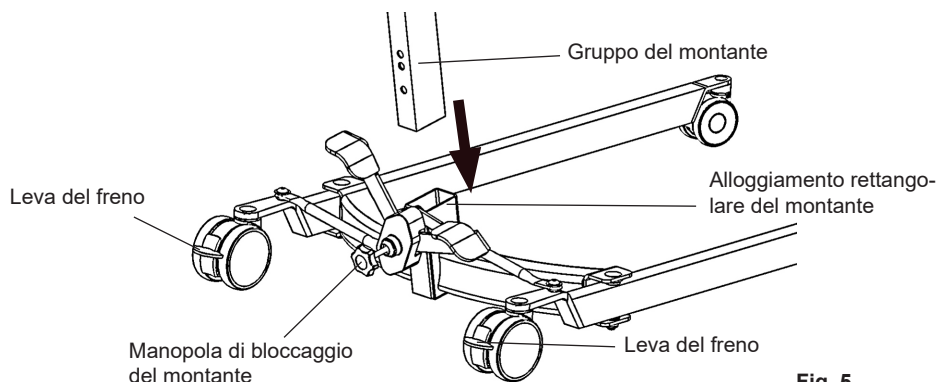

Fig. 5
2. Per innestare i freni delle rotelle posteriori premere verso il basso le levette per il freno (Fig. 5).
3. Inserire il gruppo del montante nel telaio, inserendolo nell'alloggiamento rettangolare al centro del gruppo del telaio (Fig. 5 – La figura illustra il telaio con regolazione manuale delle gambe della base).
4. Dopo aver completamente inserito il montante nella base girare in senso orario la manopola di bloccaggio (Fig. 5) fino a serrarla completamente.